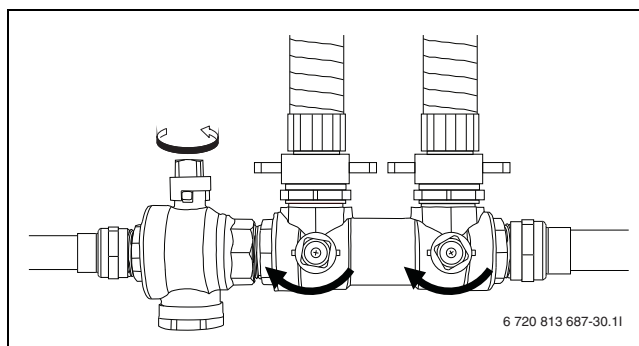

Рис. 21 Заполняющие устройства в положении повышения давления
- ▶ После выпуска воздуха создайте в контуре давление. Установите краны заполняющего устройства в положение повышения давления и создайте давление в контуре от 2,5 до 3 бар (→ рис. 21).